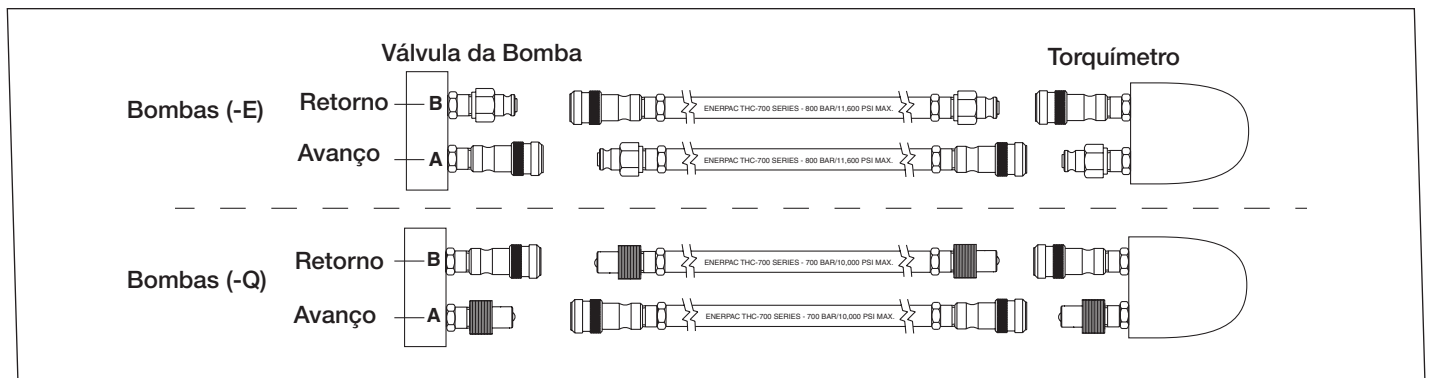

Figura 5
Conecte as mangueiras conforme demonstrado na Figura 5.
1. Bomba tipo (-E) para Torquímetros Enerpac SQD e HXD. Use as mangueiras com a marca "ENERPAC Série THC-700 - 800 Bar/11.600 psi max." Os engates destas mangueiras são "polarizados" de fábrica para garantir a correta operação de torque. (Ver figura 5.)
2. Bomba tipo (-Q) para Torquímetros Enerpac S e W e outras marcas.. Use as mangueiras com a marca "Enerpac Série THQ-700-700 bar/10.000 psi max.". Os engates devem ser polarizados, conforme figura 5 para correta operação de torque. Certifique-se de que os engates estão totalmente acoplados e apertados antes do acionamento. Um acoplamento parcial dos engates não vai permitir a correta operação de torque.